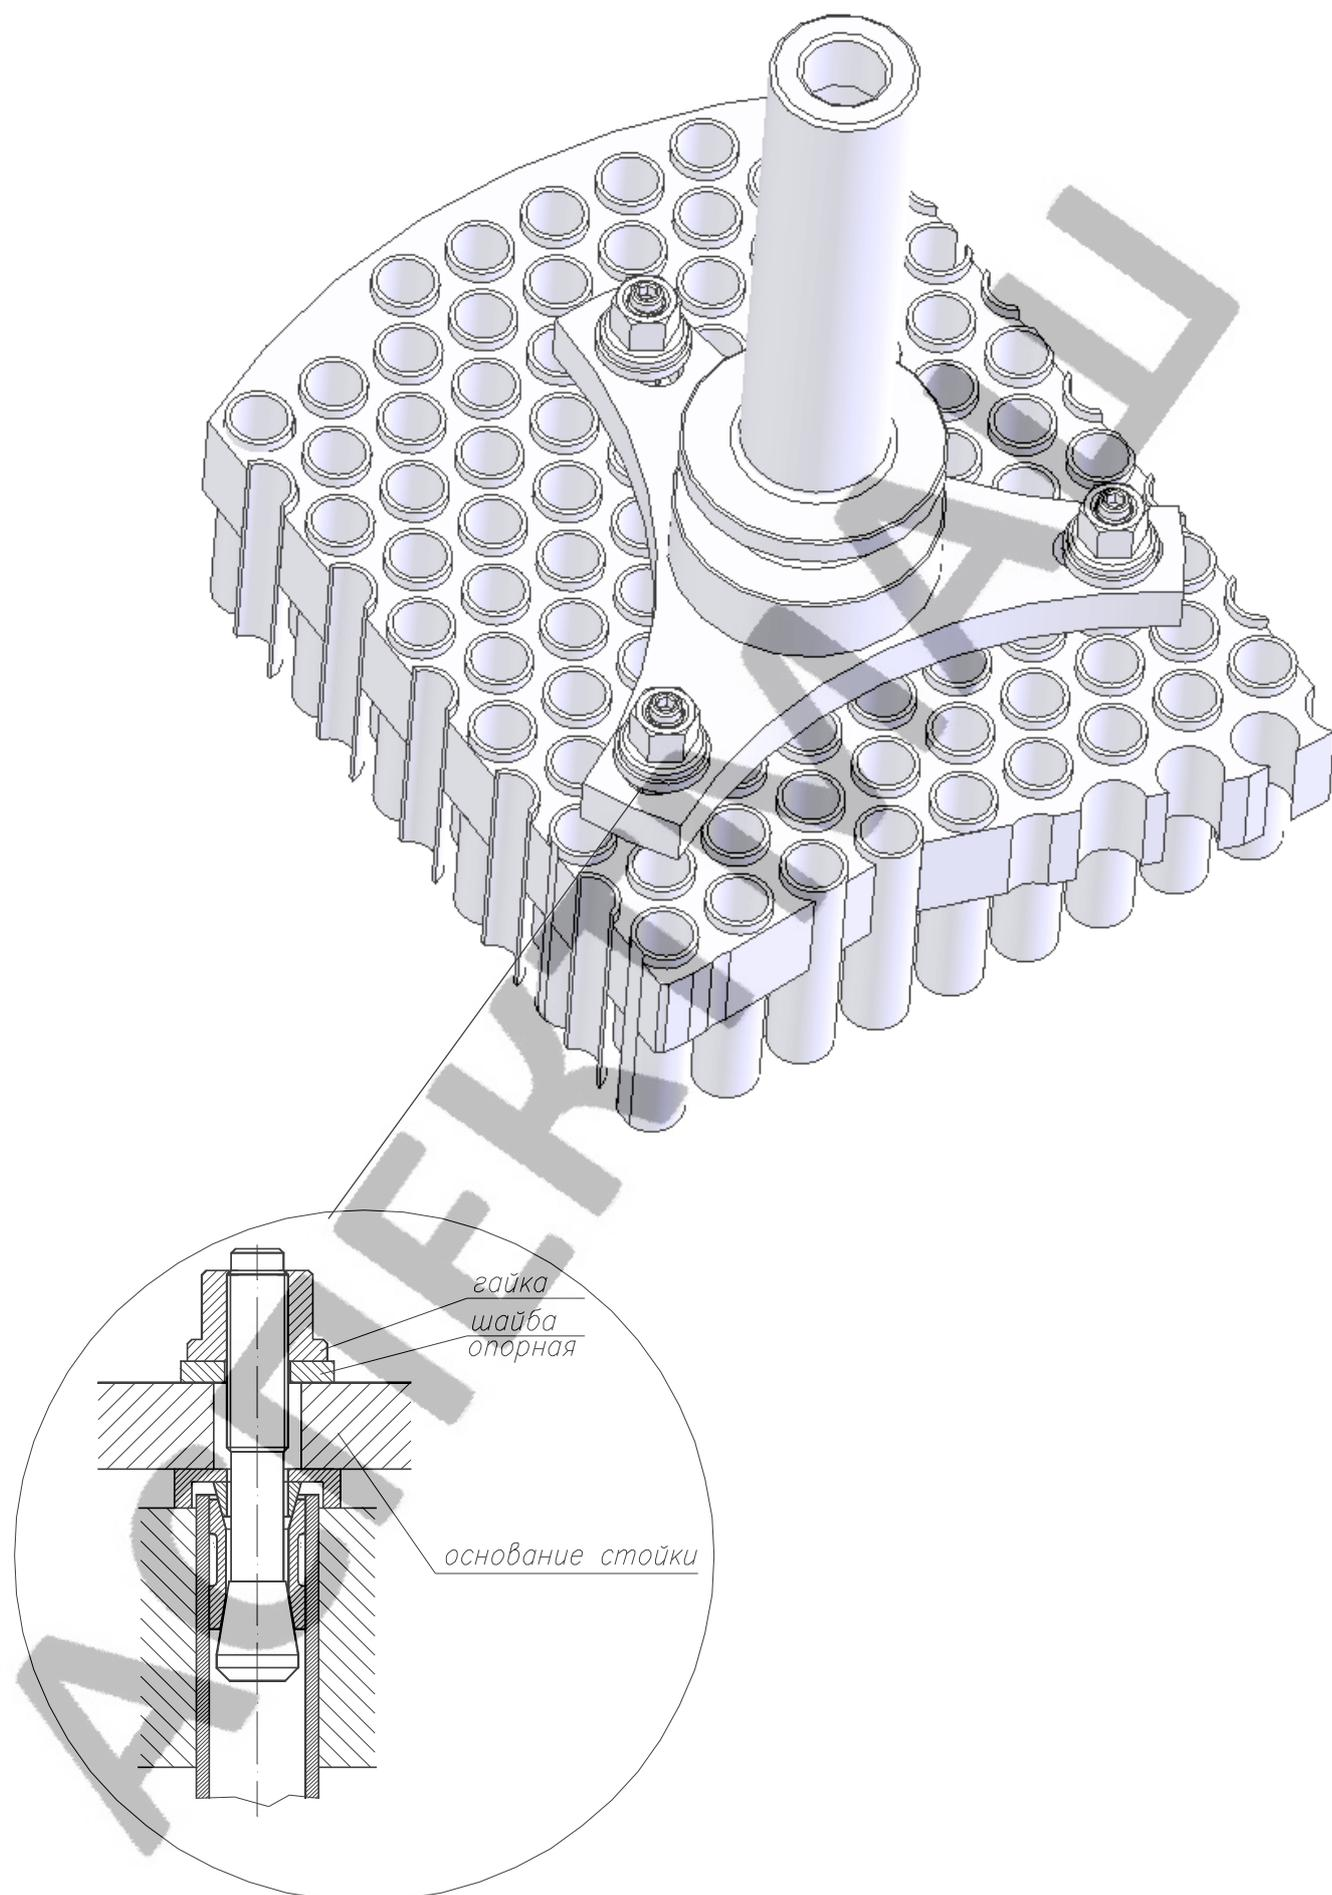

Рис. 4. Схема крепления основания стойки к трубной решетке
4.1.4. Установить на подкладные шайбы основание стойки с колонной (рис. 4), надеть на шпильки опорные шайбы, навинтить гайки и,